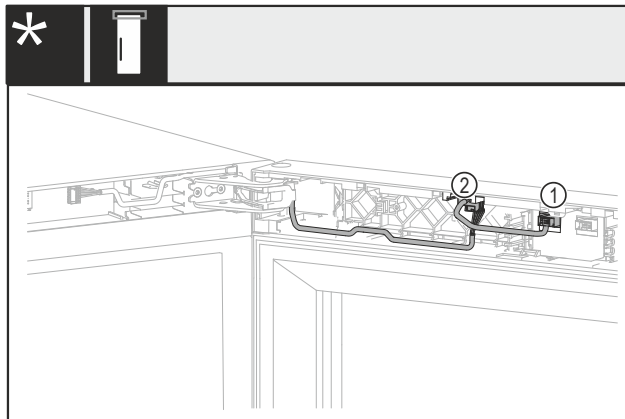

Fig. 19 Fără încuietoare sau cu încuietoare mecanică*
- Scoateţi fişa Fig. 19 (1)*.
- Scoateţi fişa Fig. 19 (2)*.